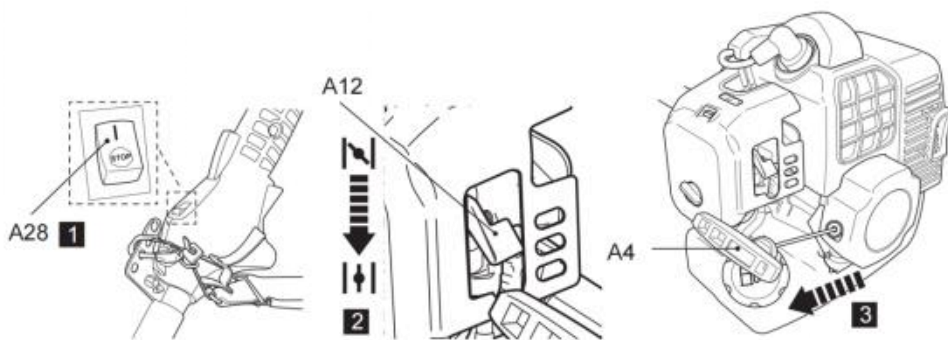

Fig. 40
5. Dra lätt i rekylstarthandtaget (A4) tills du känner motstånd och dra sedan snabbt i det. Gör det igen tills motorn startar (Fig. 40).